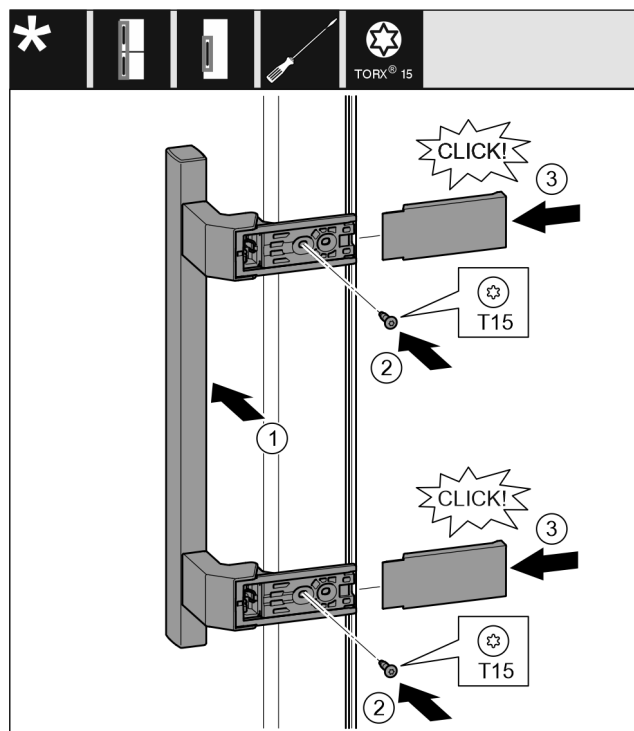

Fig. 40
- ▶ Poser la poignée sur le côté opposé. Fig. 40 (1)
- ▶ Serrer les vis avec un tournevis T15. Fig. 40 (2)
- ▶ Mettre en place les caches latéralement et les enfile. Fig. 40 (3)